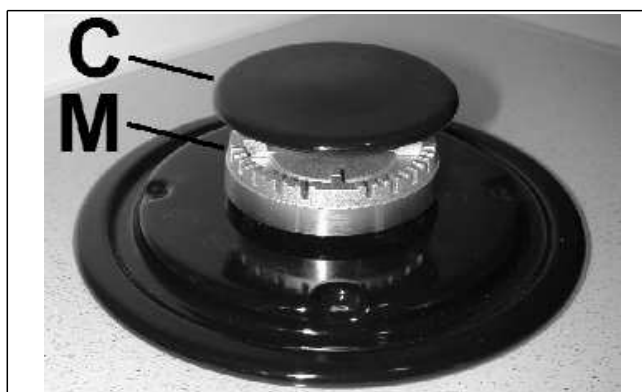

FIG. 6
Para manter a superfície da mesa brilhante, é muito importante que seja lavado periodicamente com água morna e sabão, bem enxaguado e seco. Da mesma maneira devem ser lavadas as grelhas esmaltadas, as tampas esmaltadas "C" e cabeças dos queimadores "M" (veja fig. 6).
- ***antes de colocar as cabeças dos queimadores "M" (fig. 6), é indispensável verificar se os furos estão desentupidos.***
- ***Verifique se a tampa esmaltada "C" (fig. 6) está posicionada correctamente na cabeça do queimador. Para ter certeza desta condição a tampa posicionada sobre a cabeça do queimador deve estar perfeitamente estável.***